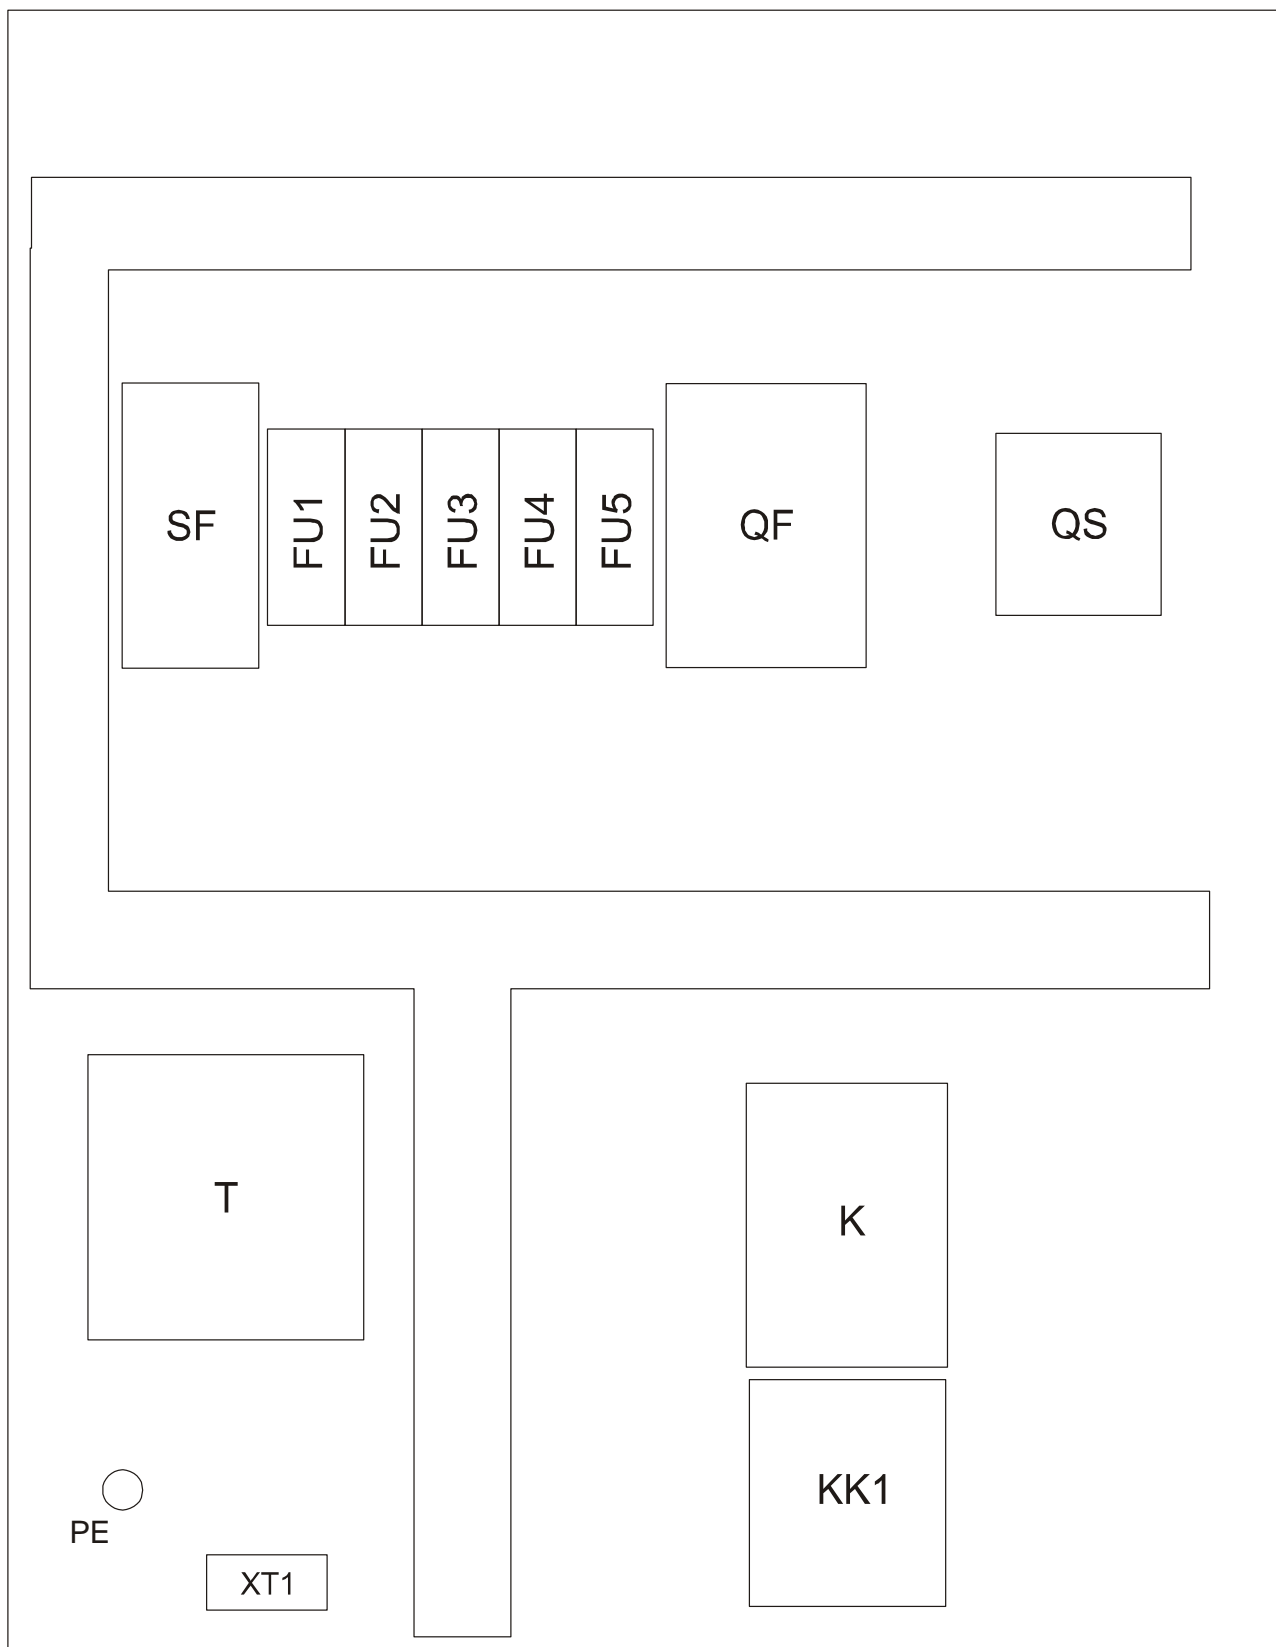

Рисунок 5 – Блок-схема платы монтажной компрессорной установки
14 – Шкаф с электроаппаратурой (см. рисунок 1) представляет собой короб закрытого типа с установленной платой, на которой смонтирована пуско–регулирующая аппаратура, и устройства защиты (блок-схему см. рисунок 5).
- 3) Плавкие предохранители FU1- FU5 – (см. рисунок 5) защита цепей управления и сигнализации;